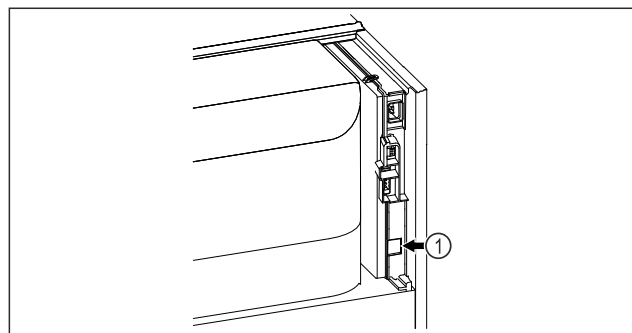

Fig. 92
- ☐ SmartModule Fig. 92 (1) ist eingesetzt.